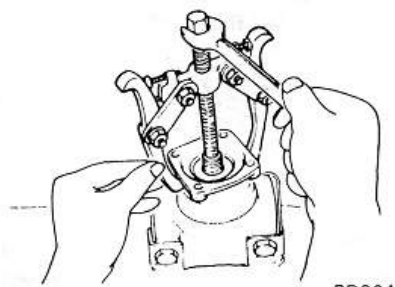

Fig. PD-40 Dépose de la contre-ride
5. Déposer la contre-ride au moyen d'un extracteur approprié. Voir figure PD-40.